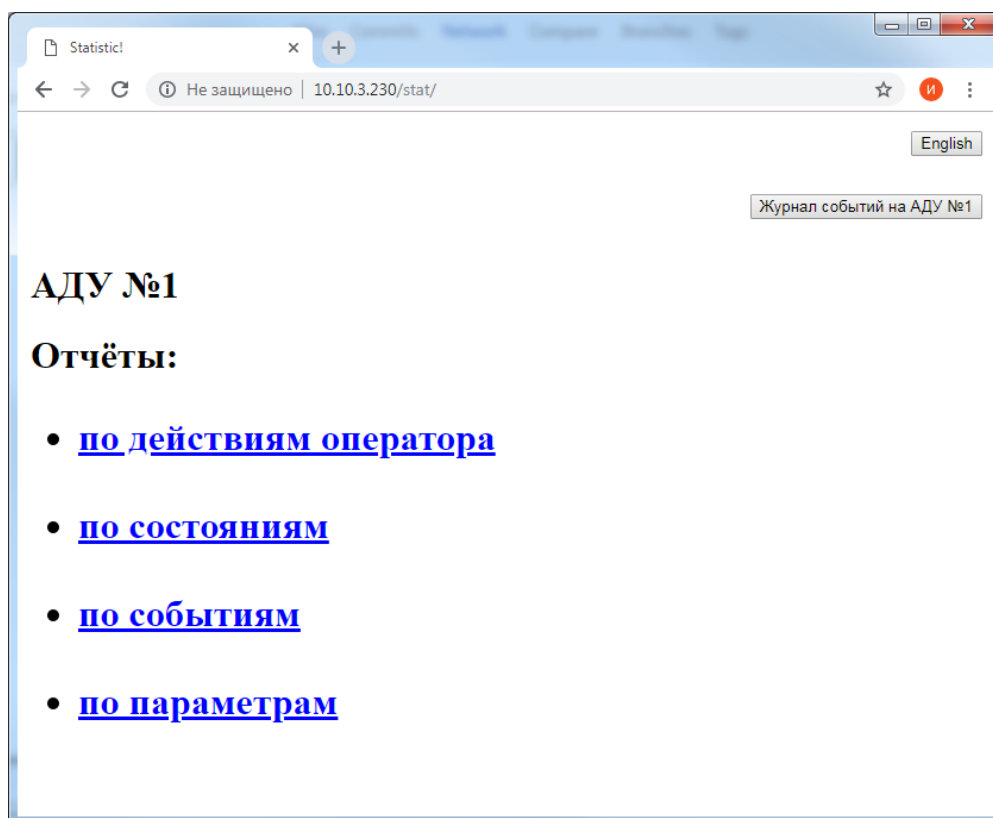

Рисунок 22. Вид списка форматов отчёта
4.7.2 Архив информации о состоянии и работоспособности оборудования разбит на 4 таблицы (форматы отчёта) (рисунок 22).